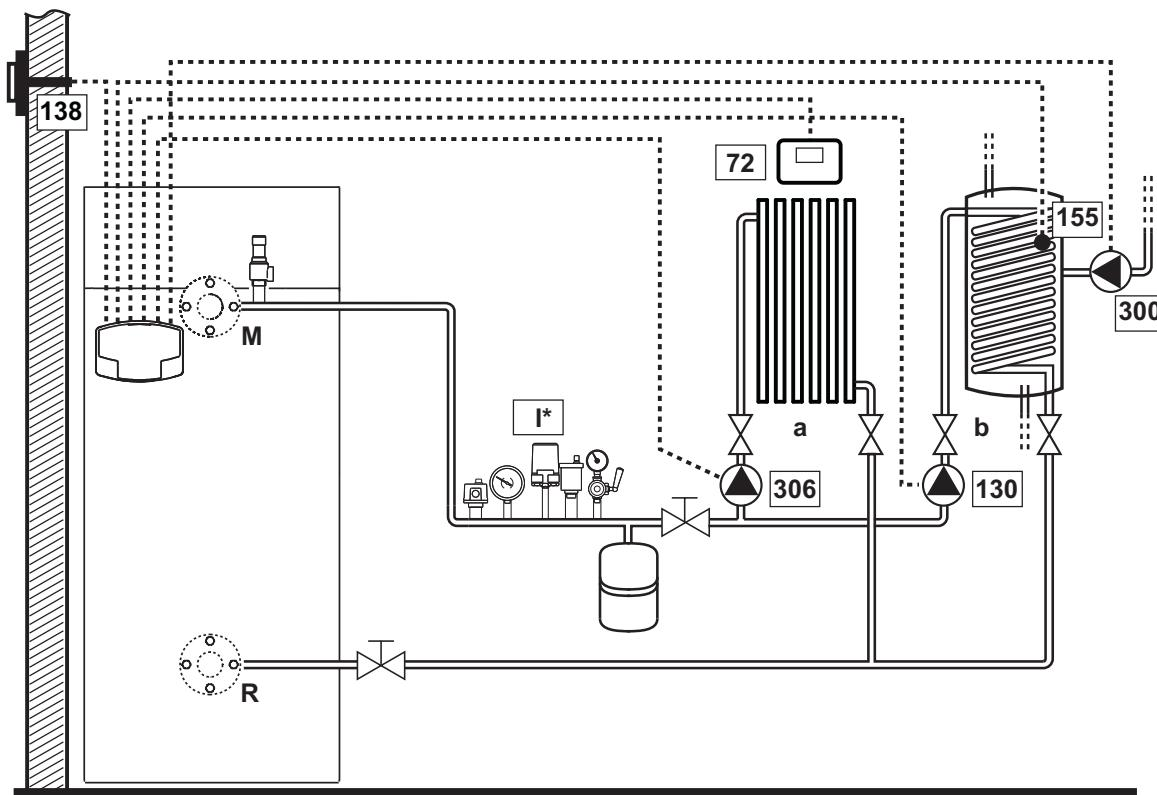
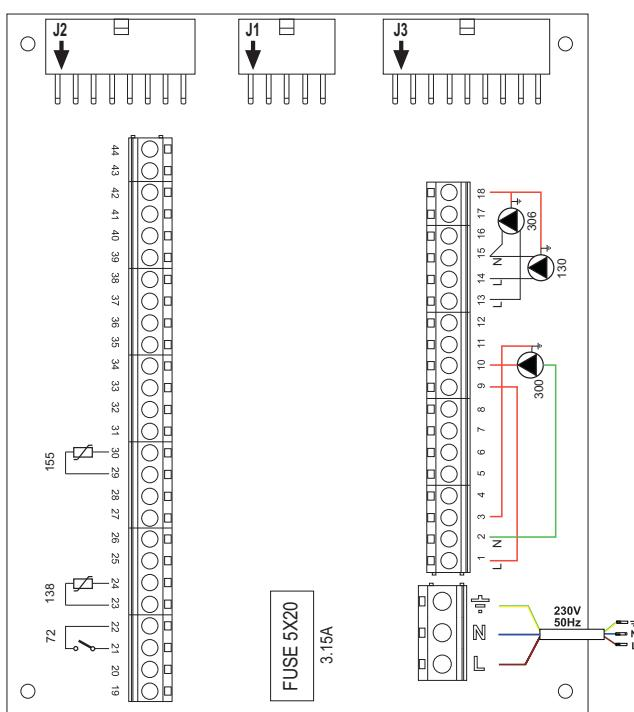

fig. 40
fig. 41
- Legend (fig. 40 and fig. 41)**